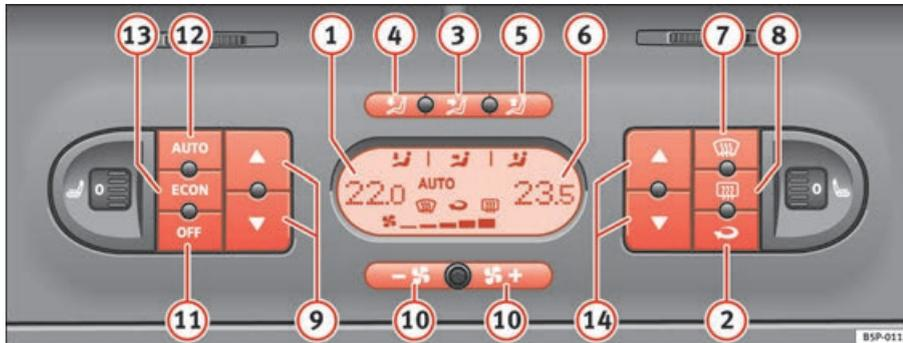

Abb. 133 In der Instrumententafel: Bedienelemente 2C-Climatronic
- Drücken Sie eine der Tasten ⇒ Seite 165, Abb. 133 (3) bis (5), die Taste **ECON** oder drücken Sie die Gebläsetasten (10). Am Display erlischt das Symbol **AUTO**.
- Drücken Sie die Taste  ⇒ Seite 165, Abb. 133 , um den Umluftbetrieb ein- oder auszuschalten. Bei eingeschaltetem Umluftbetrieb erscheint am Display das Symbol .